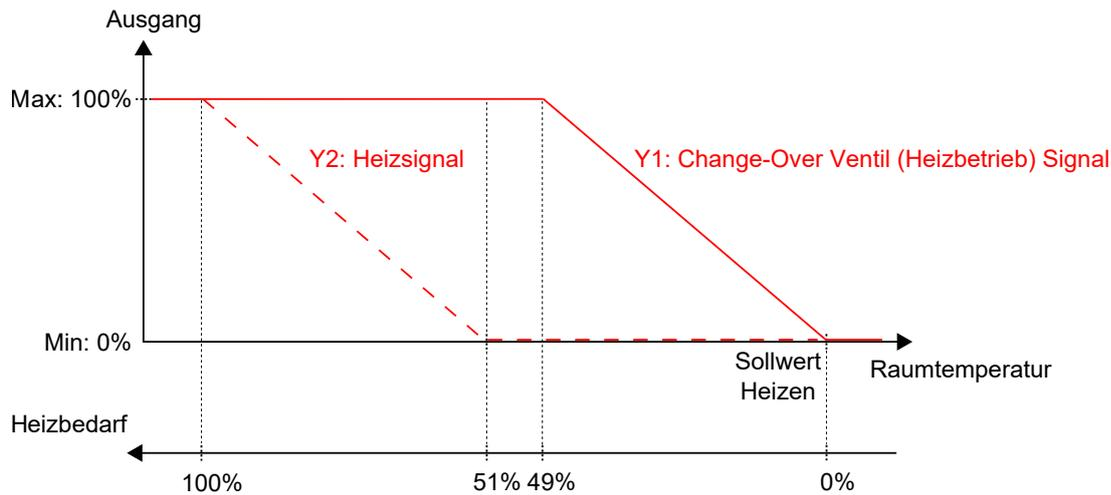

Bild 3-12 Regelverhalten im Modus Heizen + Heizen/Kühlen (Change-Over), wenn sich der Regler im Modus Heizen + Heizen befindet.
*Bild 3-12* zeigt das Regelverhalten für diesen Reglermodus, wenn keine Ober- oder Untergrenzen eingestellt sind.